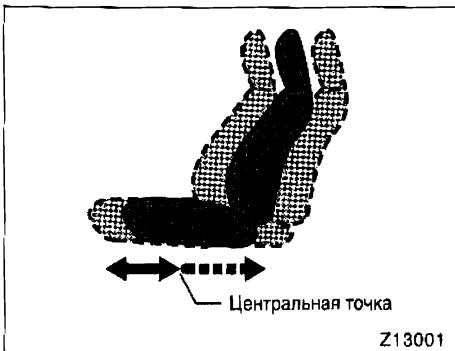

РИСУНОК 2
- При использовании подлинной системы закрепления ребенка ISOFIX фирмы Toyota "TOYOTA DUO" переднее сиденье должно быть отрегулировано вперед от центральной точки, и спинка сиденья должна быть в вертикальном положении. (См. РИСУНОК 2.)